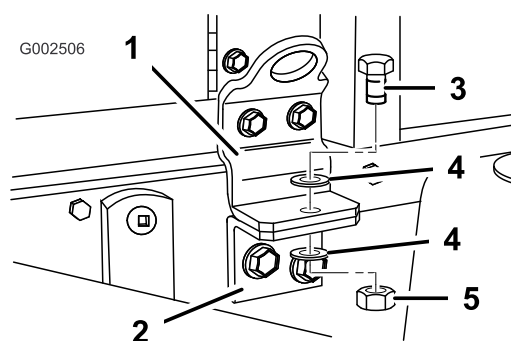

Figura 23
15. Prenda o patim do depósito na estrutura com um parafuso (1/2 x 1-1/2 polegadas), duas anilhas (1/2 polegada), e uma porca de bloqueio (1/2 polegada) conforme ilustrado em Figura 23.